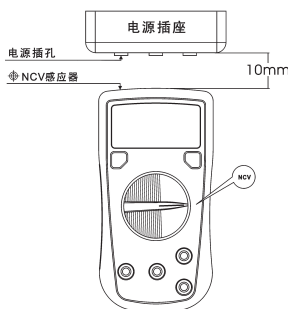

图 9
- 非接触测试交流电场NCV功能 (仅UT136D有此功能，见图9)**